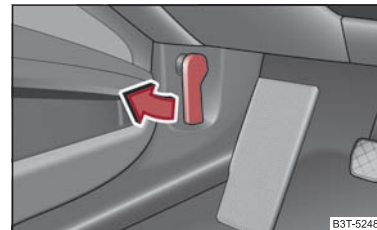

Fig. 12 Maneta de deblocare a capotei motorului
- Trageți maneta de deblocare de sub bord, pe partea șoferului ⇒ fig. 12.